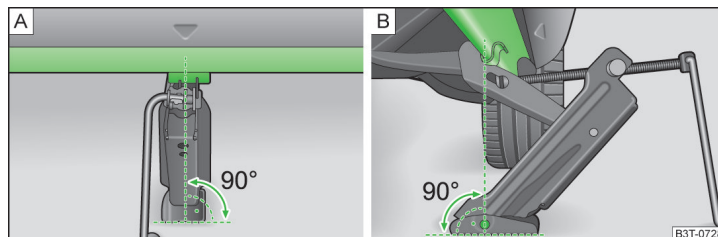

Fig. 181 Application du cric
Les points de prise se trouvent sur le longeron inférieur en métal du dessous de caisse. Leurs positions sont imprimées au moyen de marquages dans la surface latérale du longeron inférieur » fig. 181.
- Posez l'embase du cric sur toute sa surface sur un sol plan et assurez que le cric s'applique perpendiculairement à l'emplacement où la griffe entoure la nervure » fig. 181 - [A].
- Faites monter le cric jusqu'à ce que sa griffe entoure la traverse » fig. 181 - [B].